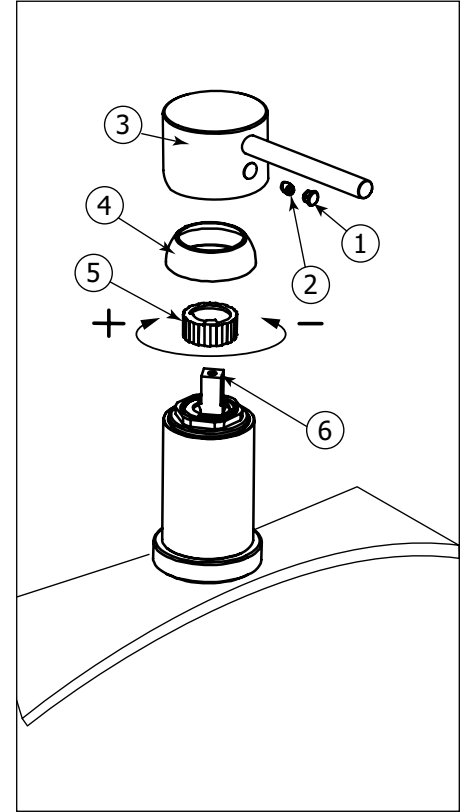

Fig.9
- Remove the decorative cap (1), the set-screw (2) and the handle (3) (fig.9).
- Pull out the dome cap (4) and the temperature stop ring (5) from the cartridge (6). Gradually rotate stop ring (5) to the left to lower the highest temperature setting or towards the right to increase it.
- Retirer le capuchon décoratif (1), la vis de retenue (2) et la poignée (3) (fig.9)
- Ensuite, retire le capuchon en dôme (4) et l'anneau d'arrêt de température (5) de la cartouche (6). Tourner l'anneau (5) graduellement vers la gauche pour diminuer la température maximale et vers la droite pour l'augmenter.